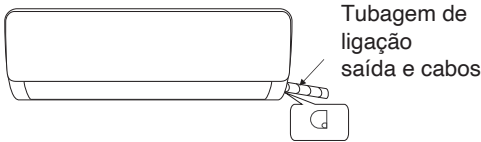
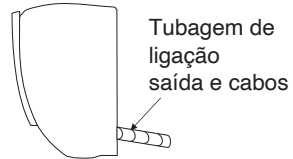

Fig.1
Fig.2
1. Dependendo da posição da unidade, o tubo pode sair do lado esquerdo ou direito (Fig. 1), ou verticalmente a partir da retaguarda (Fig.2) (dependendo do comprimento do tubo da unidade interior). Em caso de saída lateral, deve bloquear a saída no lado oposto.